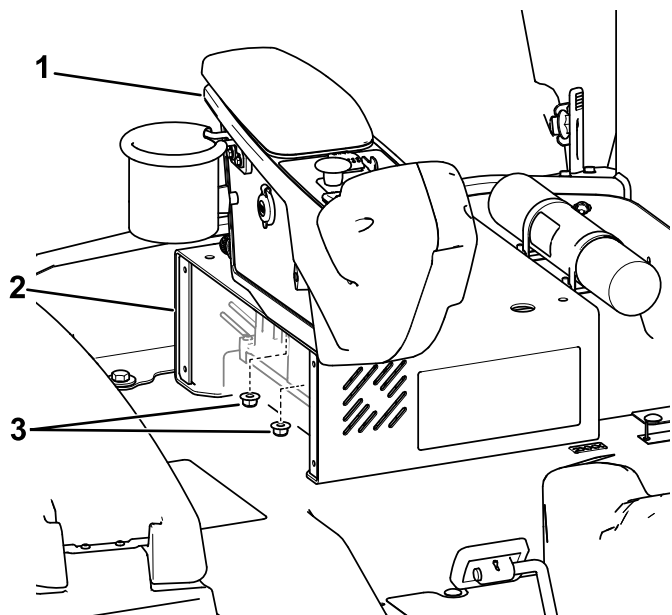

Figura 2
2. Rimuovete il quadro di comando dalla base del sedile (Figura 2) e conservate i dadi.